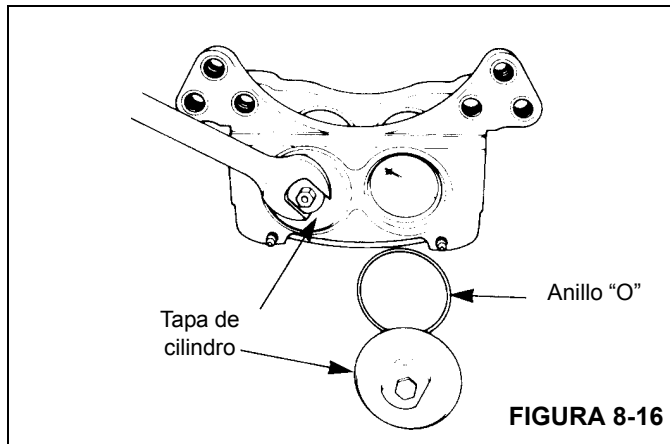

FIGURA 8-16
6. Retire las tapas del cilindro de la caja usando una llave de tuercas de boca. Retire y bote los anillos "O" (Figura 8-16).